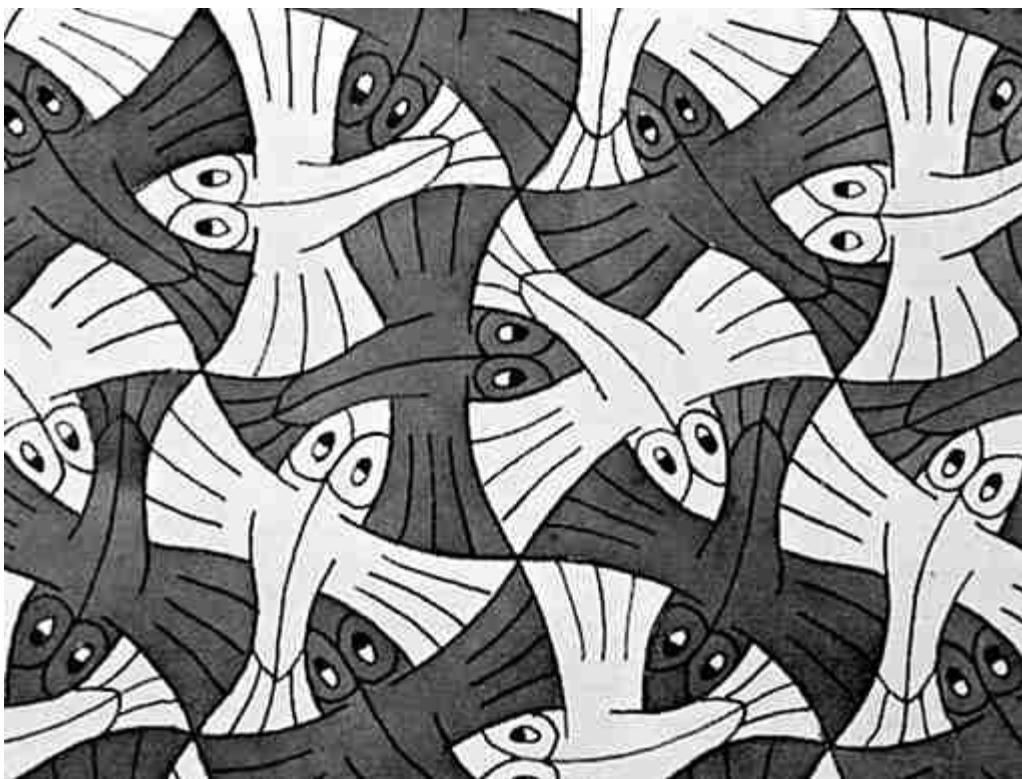

Figura 2. Teselado
- a. Señale los centros de rotación que aparecen en la figura 2 e indique a qué tipo de centro de rotación pertenece. Justifique su respuesta. (20 puntos)